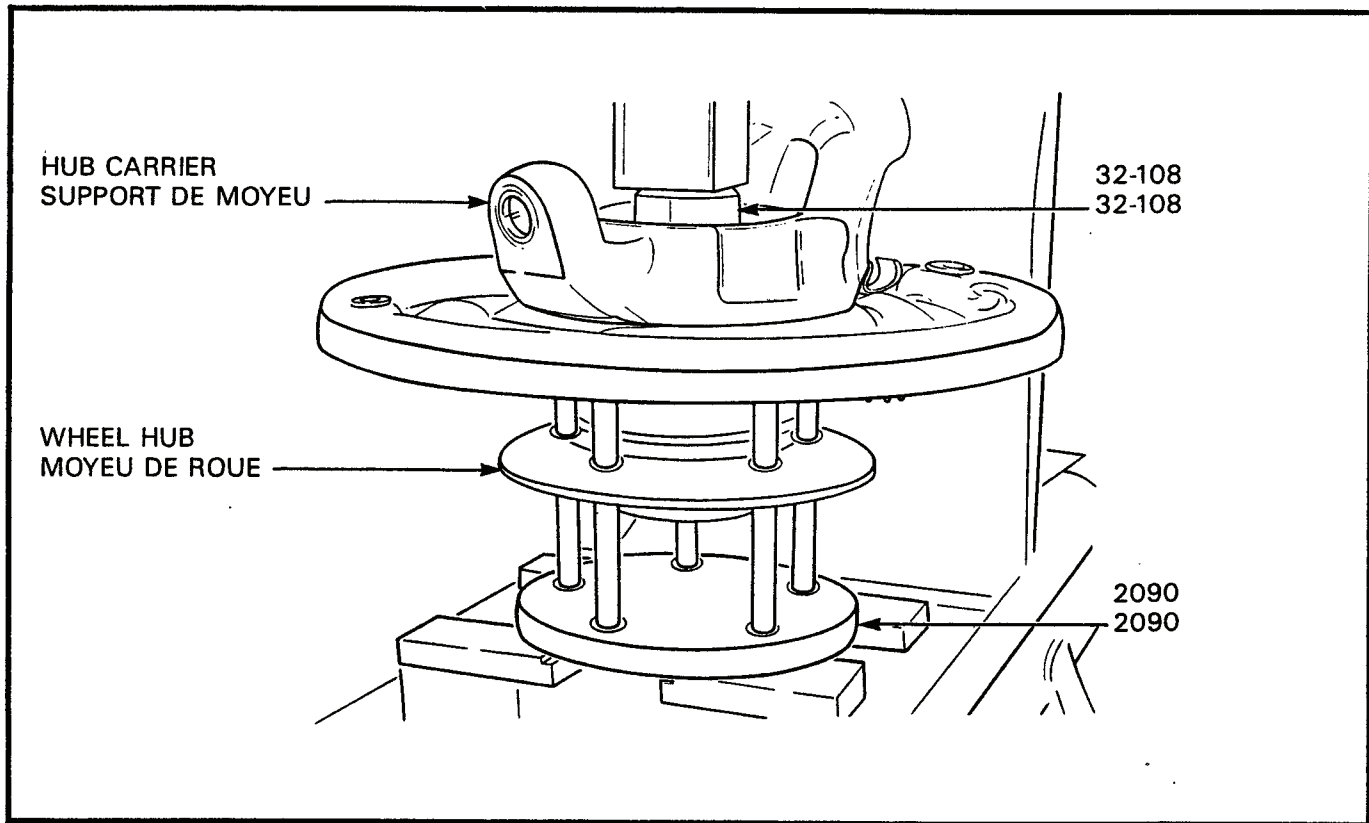

Figure 3-4-14 Removal of Wheel Hub from Hub Assembly
- v. Remove the two wheel mounting bolts and insert the fingers of jig 2090 through the holes in the wheel hub until the fingers of the jig contact the hub carrier, see Figure 3-4-14. Remove any of the 6 mm socket head screws that prevent the fingers of the jig from contacting the hub carrier.
- v. Enlever les deux boulons de fixation de la roue et insérer les doigts du gabarit 2090 dans l'orifères du moyeu de roue jusqu'à ce qu'ils viennent en contact avec le support de moyeu, voir figure 3-4-14. Enlever tout boulon à tête creuse de 6 mm empêchant le contact entre les doigts du gabarit et le support de moyeu.